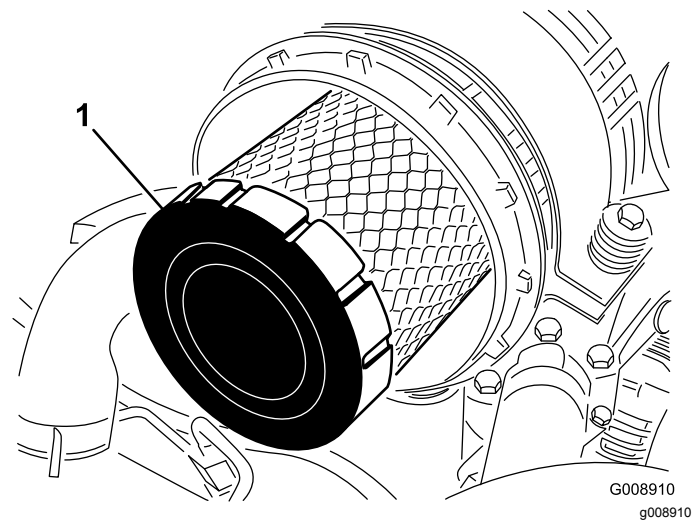

Рисунок 89
4. Снимите первичный фильтр (Рисунок 89).